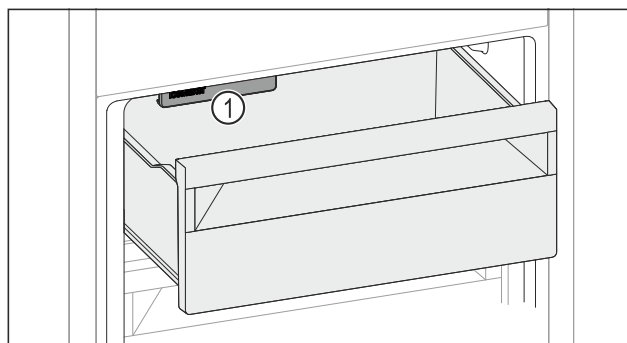

Fig. 61
- Živila vstavite v predal. Če ste živila vstavili na levo stran predala: ► Upoštevajte IceMaker Fig. 61 (1).